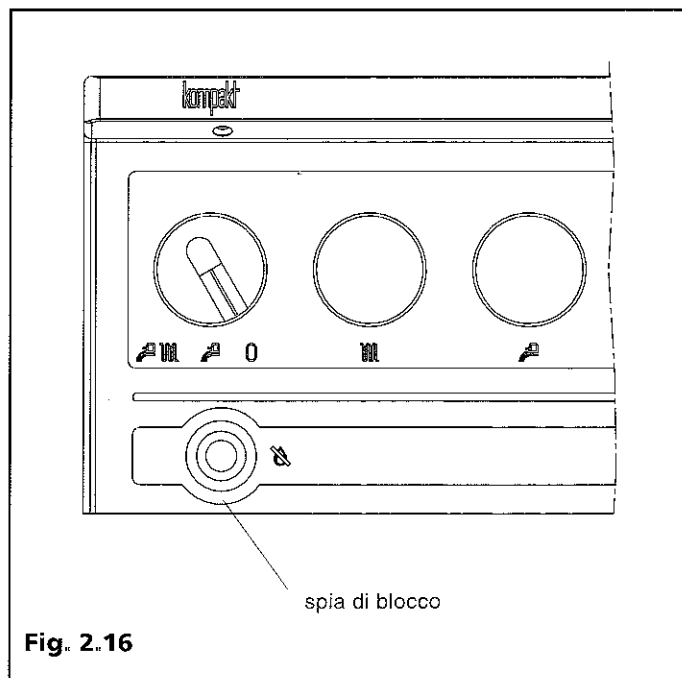

Fig. 2.16
2.11 Termostato limite (Fig. 2.16)